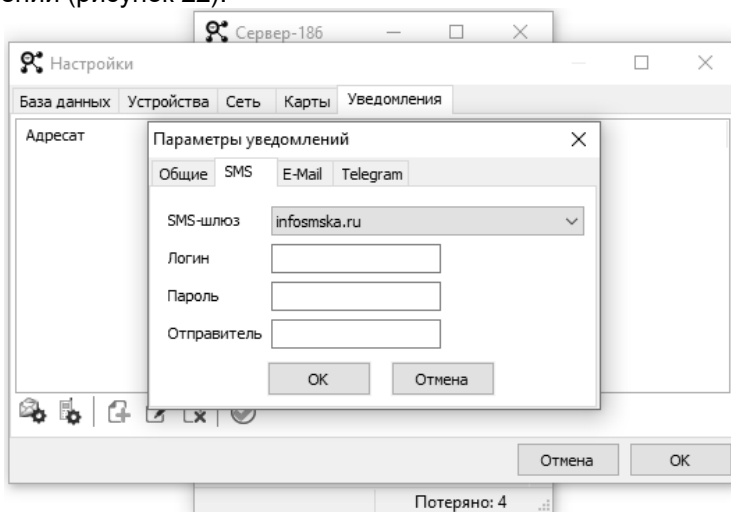

Рисунок 22
– на вкладке "СМС" вводятся данные для отправки уведомлений при помощи СМС. Для организации уведомлений по СМС необходимо зарегистрироваться на сервисе "infosmska.ru" и пополнить счет средствами, за счет которых будет выполняться отправка СМС-сообщений (рисунок 22).